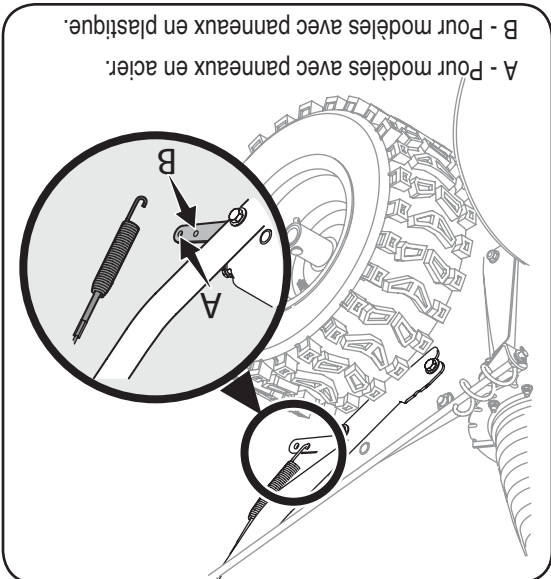

Figure 3-11
- Débrayez la commande et placez-la en position «relevée» (voir la Figure 3-10B). Le câble doit présenter très peu de jeu sans toutefois être tendu. Voir la Figure 3-11.
- Pour ajuster à nouveau le câble de commande décrochez le ressort (sur l'extrémité du câble de la tarière) du support de l'actionneur. Voir la Figure 3-11.